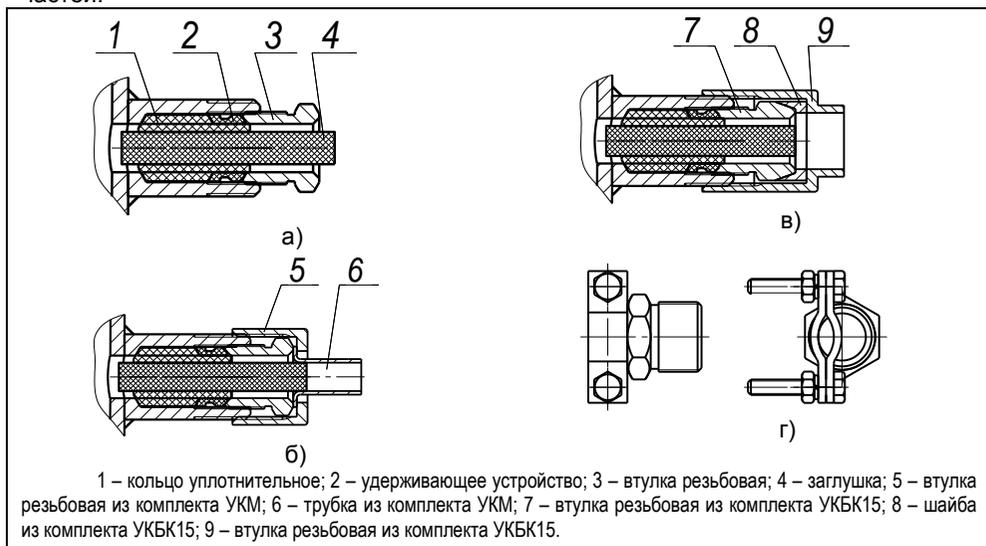
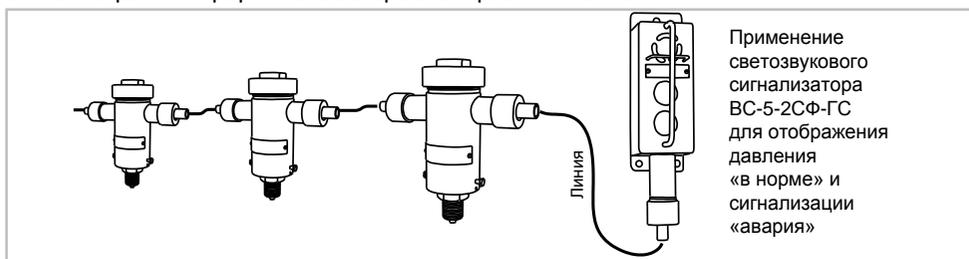

Рис. 2 – Элементы кабельных вводов:
Рис. 9
ПД – преобразователь давления (рис. 9);
- НЖ – см. раздел 7 - относится к преобразователю СЕНС ПД (рис. 9);
- УКМ 10 или УКМ 12 или УКБК 15 – см. 6.1.1 (рис. 2) – относится к преобразователю СЕНС ПД (рис. 9);
- 1КВ – вариант преобразователя с одним кабельным вводом - относится к преобразователю СЕНС ПД (рис. 9);
6.1.1 Преобразователи СЕНС ПД изготавливаются с кабельными вводами **D12** (см.рисунок 2).
Кабельный ввод **D12** содержит (рисунок 2): кольцо уплотнительное 1, удерживающее устройство 2, втулку резьбовую 3, резиновую заглушку 4.
Комплекты **УКМ10**, **УКМ12** (устройство крепления металлорукава) состоят из втулки резьбовой 5 и трубка 6 (рисунок 2,б). Комплекты предназначены для крепления металлорукава с внутренним диаметром 10 мм (УКМ10) или 12 мм (УКМ12).
Комплект **УКБК15** (устройство крепления бронированного кабеля) состоит из втулки резьбовой 7, устанавливаемой взамен втулки 3, шайбы 8 и втулки резьбовой 9 (рисунок 2,в). Фиксация брони кабеля осуществляется между втулками 7 и 8 при наворачивании втулки резьбовой 9. Комплект предназначен для крепления бронированного кабеля с наружным диаметром до 15 мм.
Комплект **УК16** (устройство крепления) состоит из втулки резьбовой с хомутом (рисунок 2,г), устанавливаемой взамен втулки 3 и позволяет хомутом закреплять металлорукав или броню кабеля, а так же обеспечивать дополнительное крепление самого кабеля. Комплект предназначен для крепления кабеля, металлорукава с наружным диаметром до 16 мм.
При временном снятии двух болтов (поз. 10- рис.9) допускается поворот корпуса преобразователя на угол не более $\pm 180^\circ$ (для более удобного расположения кабельных вводов при монтаже на резервуар), после чего болты следует вновь затянуть. Многооборотное проворачивание корпуса относительно штуцера приведет к обрыву проводов, соединяющих первичный преобразователь с блоком обработки, и, как следствие этого, выход преобразователя из строя.
Соединение преобразователя СЕНС ПД выполняется по методике (рис. 9):